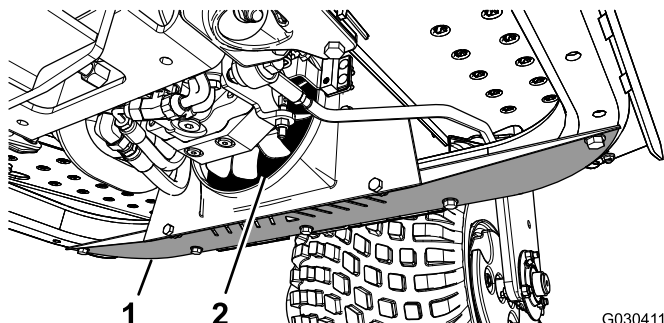

Figura 49
1. Rimuovete lo schermo inferiore (Figura 49).
2. Utilizzando un tubo, soffiare aria compressa tra le lame della ventola (Figura 49) per far fuoriuscire il materiale dalla direzione in cui è entrato.